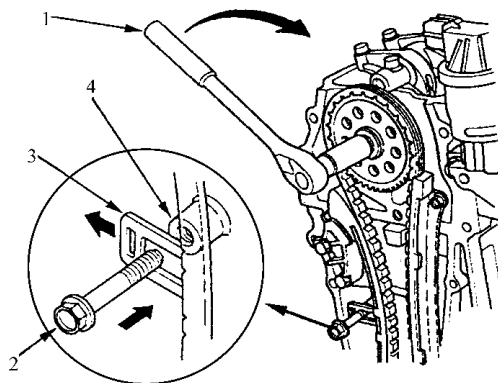

图 2-90 顺时针转动凸轮轴
27) 如图 2-90 所示, 顺时针转动凸轮轴, 压缩正时链张紧器, 然后将 $M6 \times 1.0$ 螺栓, 穿过正时链张紧器, 装入缸体上的螺栓孔内。